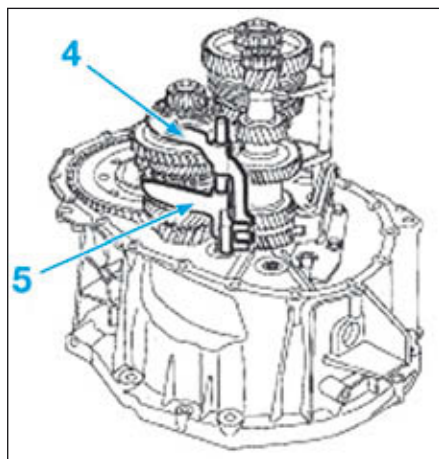

FIG.21
• Déposer l'ensemble axe et baladeur de marche arrière (4) (Fig.21) et la fourchette de troisième-quatrième (5).